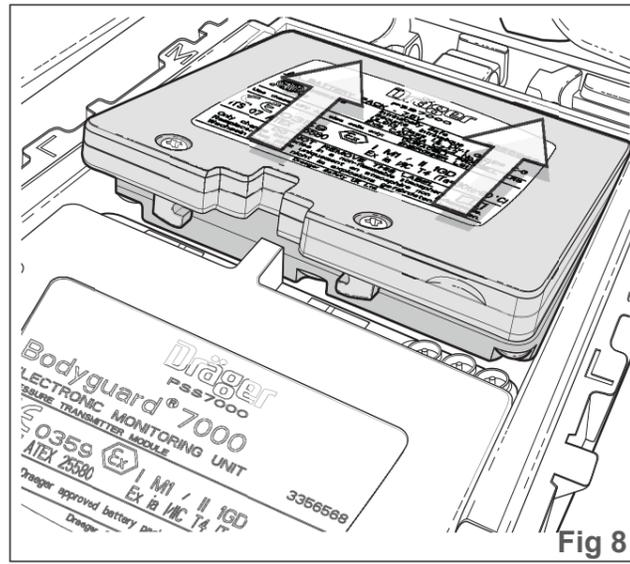

Fig 8
- Akku in die Aussparung der Trageschale einlegen. Siehe Abbildung 8.